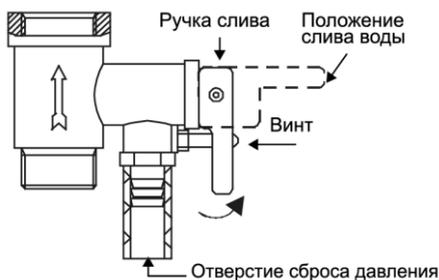

Рисунок 5
4. На входной патрубок, обозначенный голубым цветом и стрелкой направления течения воды, накрутите предохранительный клапан так, чтобы течение воды совпадало с направлением стрелки на корпусе клапана. На отверстие сброса давления предохранительного клапана (см. рисунок 5) оденьте дренажную трубку\* для отвода воды (возможно появление при нагревании) в канализацию (трубку необходимо направить строго вниз и запрещено перегибать её).
- открутить винт обратного предохранительного клапана и перевести ручку в горизонтальное положение, из отверстия предохранительного клапана должна потечь вода (см. рисунок 5).